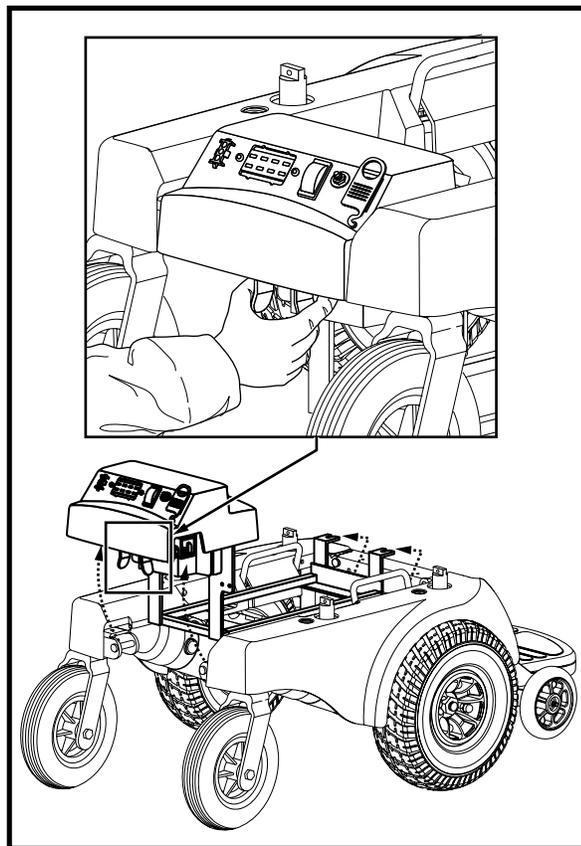

Figure 17. Enlèvement cadre boîtier à batteries
7. Comprimez les leviers du loquet pendu à la verticale sous la barre transversale à l'arrière de la structure du puits à batteries. Voir la figure 17.